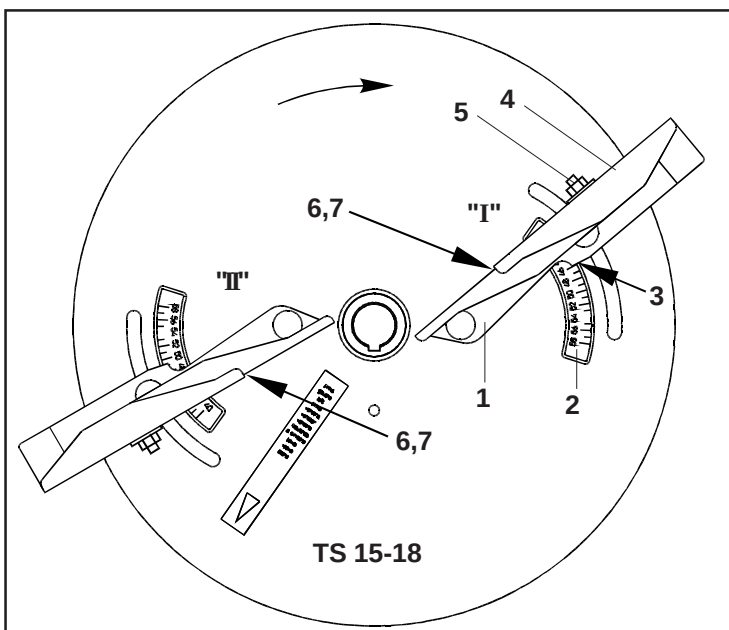

Fig. 7.22
- Still avlesekannten (Fig. 7.22/7) til vingen «I» på bokstaven «**B**» og skru fast den ytre vingedelen. Drei vingen «I» til tallverdien «**51**» og skru den fast.
- Still avlesekannten (Fig. 7.22/7) til vingen «II» på bokstaven «**E**» og skru fast den ytre vingedelen. Drei vingen «II» til tallverdien «**42**» og skru den fast.